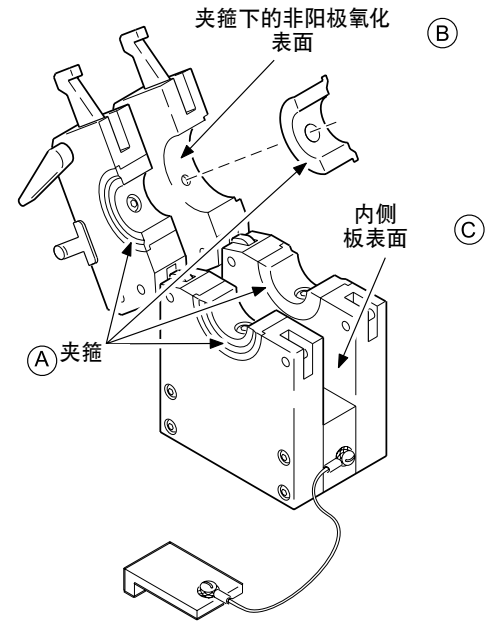

图 27 清洁夹箍和夹箍安装面
1. 检查夹具块是否清洁, 检查磨损和损坏情况。参考图 27。
1. 检查和清洁夹箍。参考图 27(A)。
4. 使用细砂布清除侧板非阳极氧化接合面上的氧化物。参考图 27(B)。
5. 使用清洁的软布清除侧板内侧表面上的污垢和氧化物。参考图 27(C)。使用细砂布清除厚沉积物。